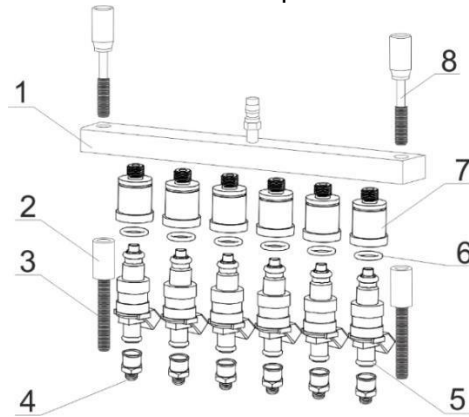

Рисунок 5.5
- 1) Выберите адаптер обратной промывки (7) и соответствующее уплотнительное кольцо на хвостовик.
- 2) Вставьте внутрь адаптера обратной промывки уплотнительное кольцо диаметром Ф16.2 (6) 3) Установите форсунки в адаптер обратной промывки распылителем вверх, входным штуцером вниз.
- 4) Входной штуцер установите в соответствующий адаптер верхней подачи (4).
- 5) Установите топливный распределитель с форсунками в соответствующие отверстия над мерными колбами. Равномерно затените прижимные винты (8) для крепления топливного распределителя, как показано на рис. 5.5.